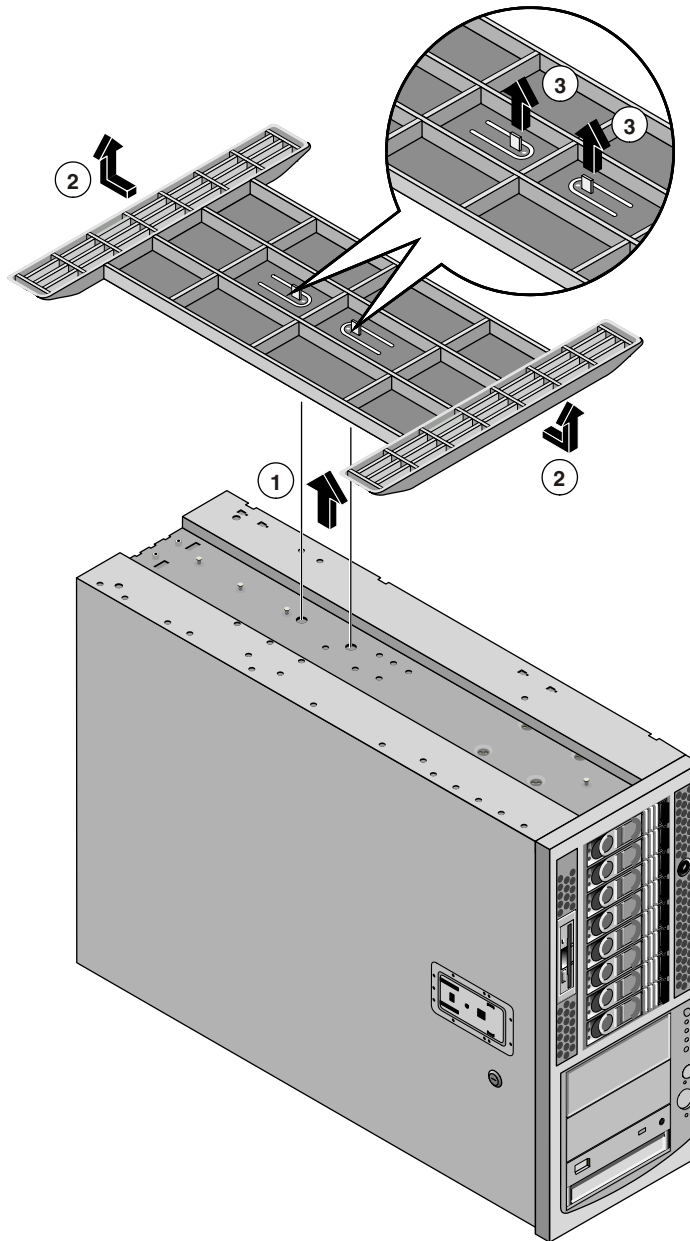

Figure 3-5. Retrait du pied
3. Retournez le serveur et tirez les deux ergots vers le haut comme indiqué dans la *Figure 3-5*.